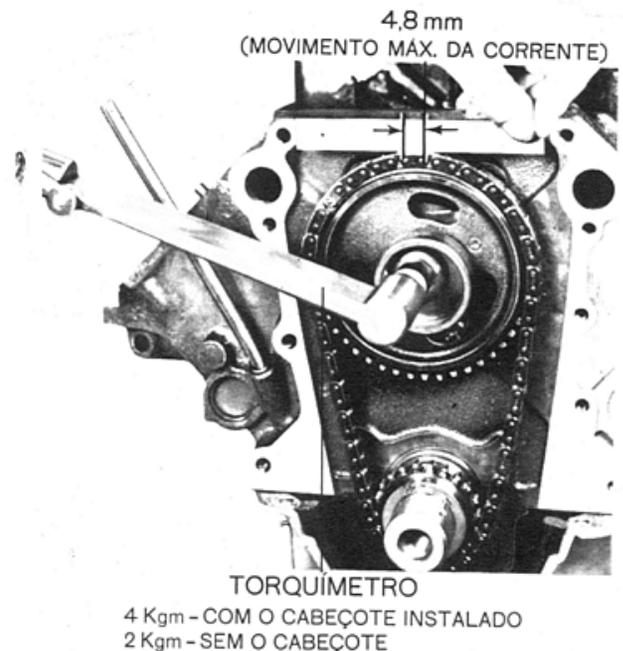

Fig. 14 — Medição do ajuste da corrente da distribuição
- Aplicar um torque de 4 Kgm no sentido inverso ao de rotação da árvore de manivelas (com os cabeçotes instalados) ou de 2 Kgm (com os cabeçotes removidos) e observar o movimento total da corrente (fig. 14).